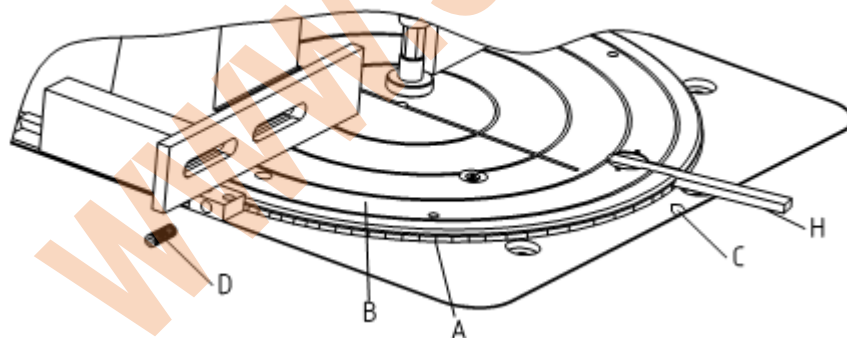

Рис.9
5.5 Настройка произвольного угла (Рис. 9)